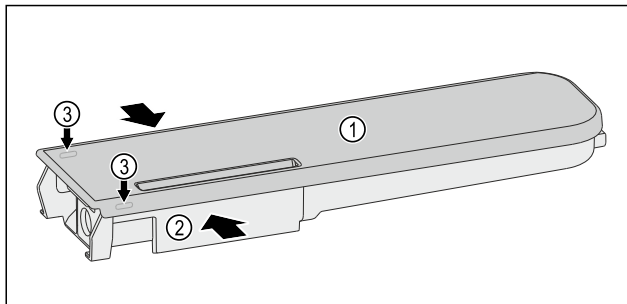

Fig. 119
- Presați rezervorul de apă Fig. 119 (2) împreună și trageți cu grijă capacul Fig. 119 (1) peste ciocurile opri-toare Fig. 119 (3) și trageți-l în sus.
- Mișcați ușor capacul Fig. 119 (1) înainte și înapoi și scoa-teți-l în sus.